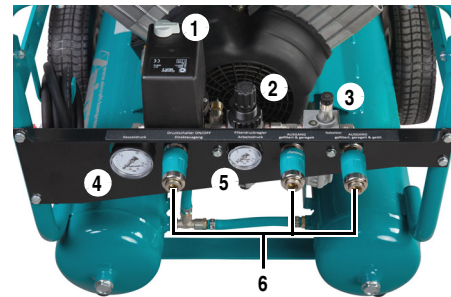

Abb. 8: Bedienfeld
Schließen Sie die Entwässerung und prüfen Sie, ob der Kompressor den Behälter lädt und bei P_{max} anhält (max. Druck; wird durch das Manometer (4) Abb. 8 angezeigt).
Der Arbeitsdruck wird mit dem Druckminderer (2) Abb. 8, eingestellt (Heben der Drehkappe, gewünschten Druck einstellen und Drehkappe wieder hinunter drücken und dadurch fixieren) und am Manometer (5) Abb. 8, abgelesen. Die Entnahme erfolgt über Kupplung (6) Abb. 8.